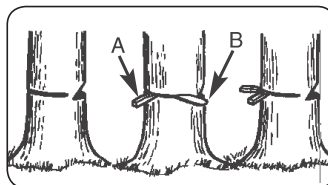

Abb. 10C
1. Verwenden Sie Holz- oder Plastikkeile (G), um ein Festklemmen der Schiene oder der Kette (H) im Schnitt zu verhindern. Die Keile kontrollieren auch das Fällern (Abb. 10C).